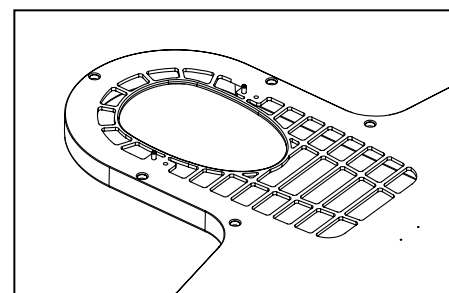

Fig. 3
3. Certifique-se de que os pinos estejam firmemente apertados antes de usar. (Fig. 3)